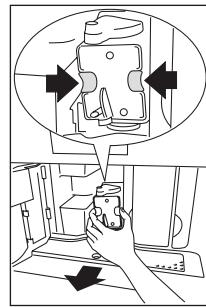

Fig. 39
- ▶ Premere verso l'interno i due tasti di sgancio di colore rosso e contemporaneamente estrarre l'infusore verso l'esterno (Fig. 39).